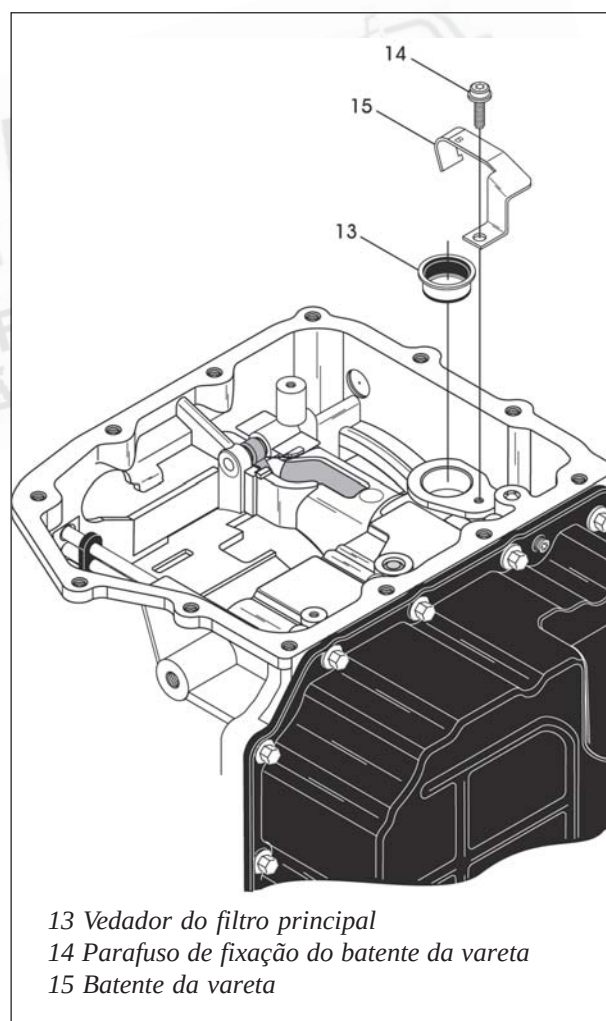

Figura 45
12. Remova e descarte o vedador do filtro de óleo principal de seu alojamento na carcaça, conforme mostra a figura 45.
13. Remova o batente da vareta de óleo da carcaça, utilizando uma chave torx T25, conforme indica a figura 45. **Nota: Isto é feito para prevenir danos no manuseio da transmissão durante sua desmontagem.**